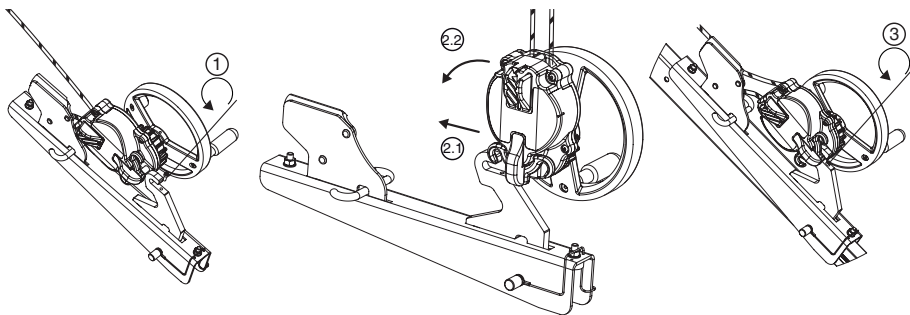

Fig. 8
### 6.3.4. Aparato Derope™ UP R (Fig. 8, 9 y 10)
El aparato Derope™ UP R debe ser fijado en la pata del trípode trápode de Tractel® como está indicado en la Fig. 8. Cualquier otra fijación en otro punto del trípode trápode de Tractel® está prohibida.
1. Destornillar el tornillo de bloqueo del gancho de enganche de la consola para aparato Derope™ UP R (Fig. 8,1).
2. Colocar el aparato Derope™ UP R en el gancho de enganche (Fig. 8, 2.1 – 2.2).
3. Volver a atornillar el tornillo de bloqueo para impedir que el aparato se despegue de su consola (Fig. 8, 3) y verificar que está bien colocado y apretado.